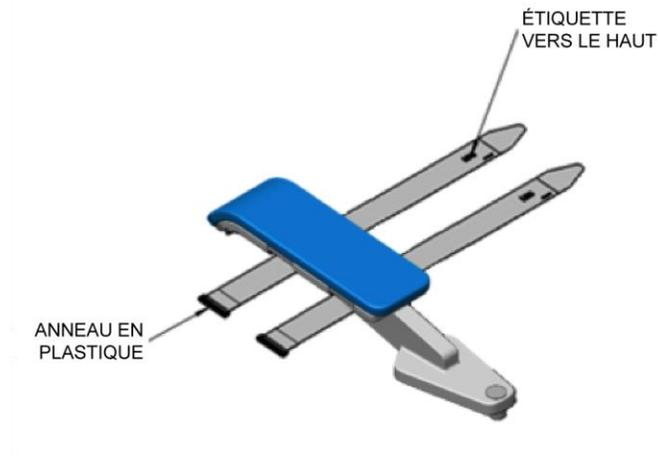

Figure 29 : Emplacement des sangles de support de jambes sur la jambe gauche du patient
- c. Insérer sans serrer quatre accessoires de sangle de jambe en faisant passer les sangles dans les fentes de support de jambes, étiquette vers le haut (*Figure 29*).